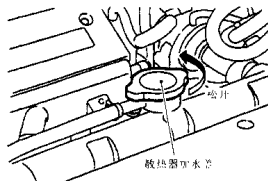

图 1-3 松开散热器加水塞
(1) 设置空调系统, 以免冷却液滞留在系统中。
① 接通点火开关, 把温度控制杆拨到最热的位置。
② 等待 10 s, 然后关闭点火开关。
(2) 打开散热器底部的放水塞, 然后拧开散热器盖, 如图 1-3 所示。
(3) 拆下储液罐, 倒出冷却液, 然后清洗储液罐。注意不要将冷却液溅到驱动皮带上。
(4) 盖住排气管隔热罩, 以免冷却液溅出。